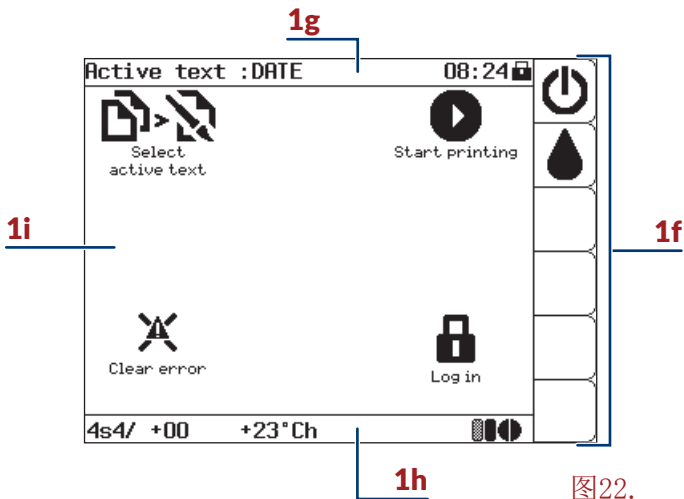

图22.
图标  显示在信息栏 **1g** 上（见 第58页图22）。
在信息栏 **1g** 上出现所选的使用者图标（见 第58页图22）。
- 功能图标，例如 ；这些图标都在工作视窗 **1i** 中（见 图22）
- 按图标功能栏 **1f**（见 第58页图22）上的  图标或 **INK ON/OFF** 键继续起动程序
1. 按图标功能栏 **1f**（见 第58页图22）上的  图标或  键。